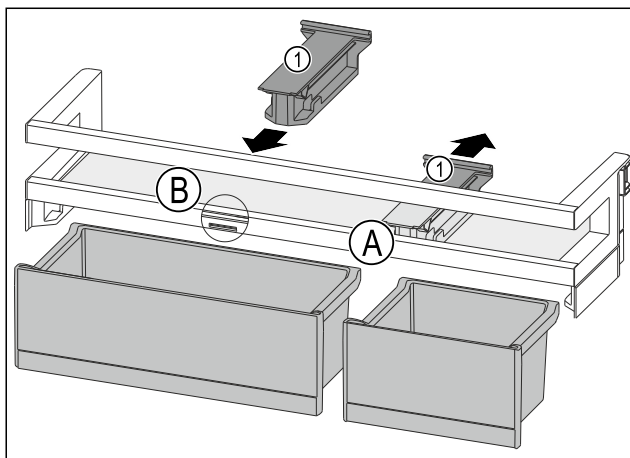

Fig. 114
- Dra ut fästdelen Fig. 114 (1) i position Fig. 114 (A) bakåt.
- Sätt in fästdelen Fig. 114 (1) i position Fig. 114 (B).